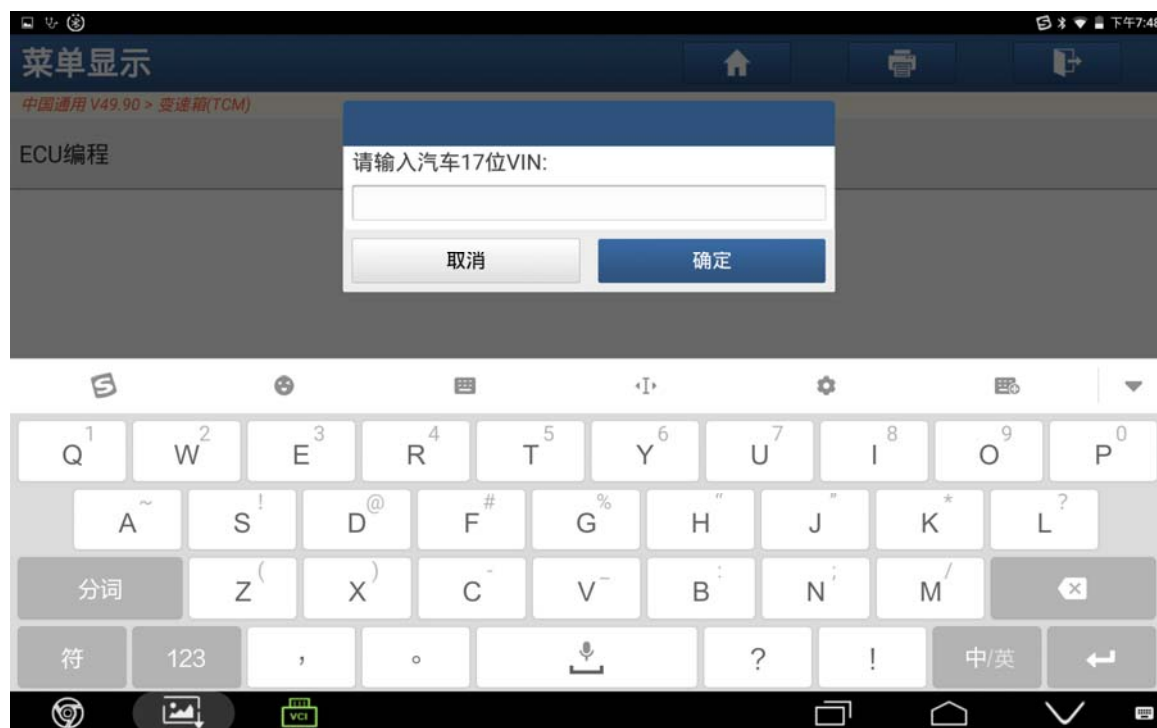

图 16
16). 如果 VIN 错误, 点击“否”手动输入 17 位正确 VIN 码后点击“确定”, 如图 16;